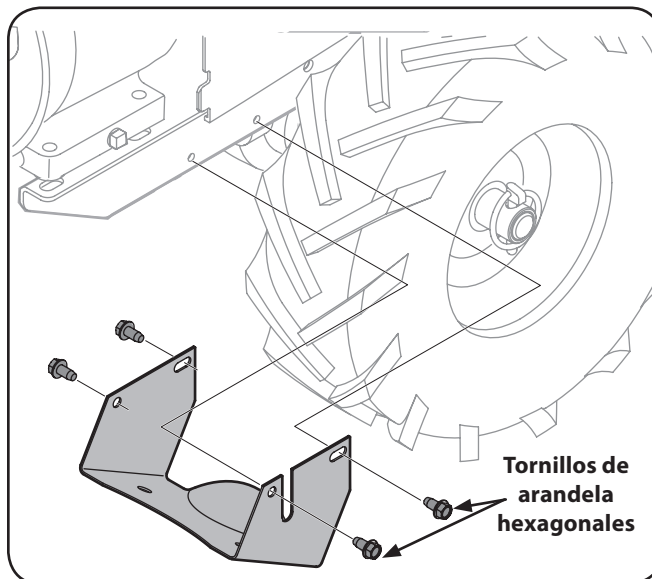

Figura 7-2
3. Retire los cuatro tornillos de arandela hexagonal de 1/4-20 que sujetan la cubierta de la polea al bastidor como se observa en la Figura 7-2, y extraiga dicha cubierta y colóquela a un lado en un lugar seguro hasta que vuelva a instalarla.